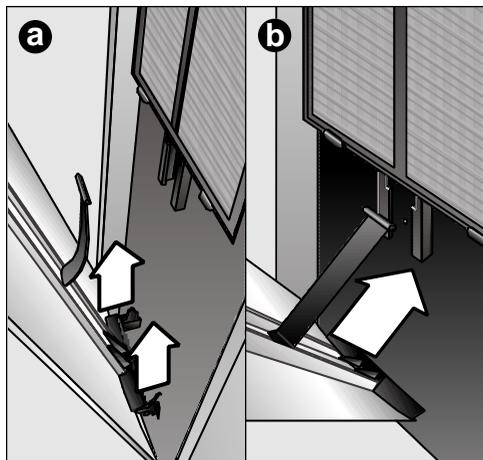

Fig. 22
- 1° Levantar la puerta hasta sacarla de los apoyos inferiores, (Fig. 22: a).
- 2° Posicionar el clip de plástico en la ranura frontal del equipo (en forma de T) y deslizarlo hacia abajo hasta el tope de seguridad, (Fig. 22: b).
- 3° Colocar las patillas inferiores de la puerta en los toques frontales del equipo con cuidado para evitar que la patilla de plástico colocada en el paso anterior se salga de su ubicación, (Fig. 22: c).